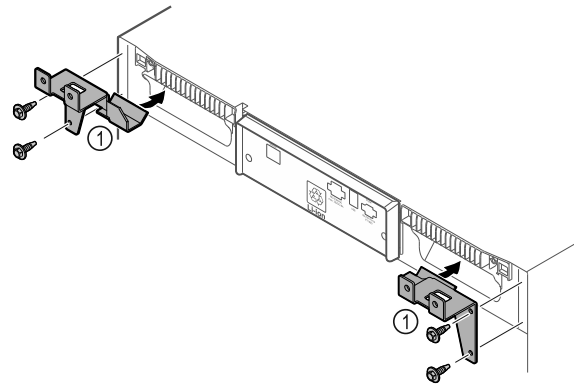

Fig. 10
- Namontujte prídržné diely Fig. 10 (1) na zariadenie pomocou samorezných skrutiek.